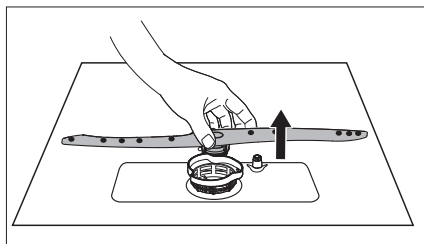

Fig. 22
- Saque el brazo pulverizador (1) del interior del aparato para limpiarlo. Para ello, elévelo un poco y extráigalo (véase **fig. 22**).